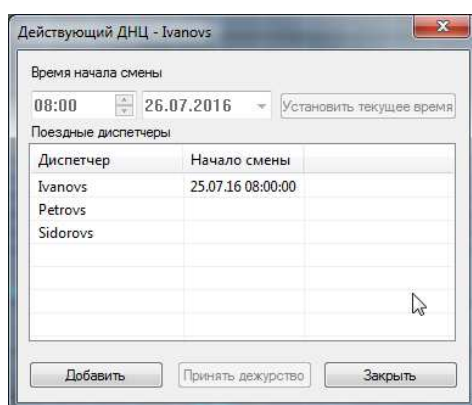
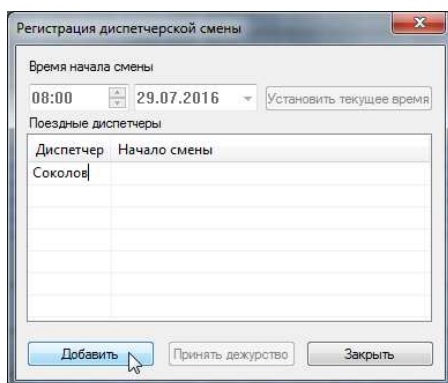

Рис.148. Окно «Действующий ДНЦ»
Рис.149. Добавление фамилии ДНЦ в список
3. Если ДНЦ уже принимал смену появится окно «Действующий ДНЦ...» (см. рис. 148). При первом запуске заголовок окна имеет название «Регистрация заступающей смены» (см. рис. 149).
5. Если фамилия диспетчера отсутствует в списке ее можно добавить, щелкнув указателем «мыши» на пустой строчке и нажав на кнопку «Добавить» (см. рис. 149). Но для того, чтобы она записалась в постоянный список диспетчеров, ее должен ввести администратор (см. п. 5.12.1).